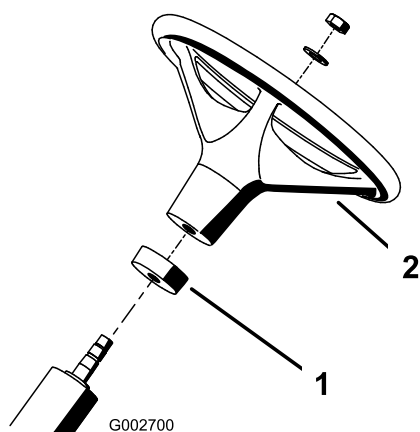

Figura 2
2. Collocate il collare in schiuma sintetica sul piantone, inserendo prima l'estremità piccola (Figura 2).
3. Collocate il volante sul piantone (Figura 2).
4. Fissate il volante sul piantone con una rondella e un dado di bloccaggio (Figura 2). Serrate tutti gli elementi di fissaggio a 27–35 Nm.